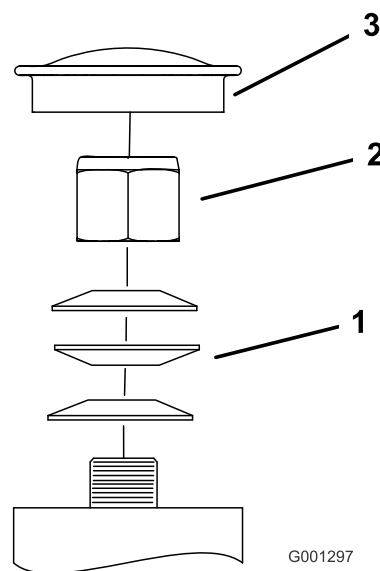

Figura 52
3. Retire el tapón anti-polvo de la rueda giratoria y apriete la contratuerca (Figura 52).
4. Apriete la contratuerca hasta que las arandelas de muelle estén planas, luego afloje 1/4 de vuelta para establecer la pre-carga correcta de los cojinetes ().Figura 52
Importante: Asegúrese de que las arandelas de muelle están correctamente instaladas, según se muestra en Figura 52.
5. Coloque el tapón anti-polvo (Figura 52).